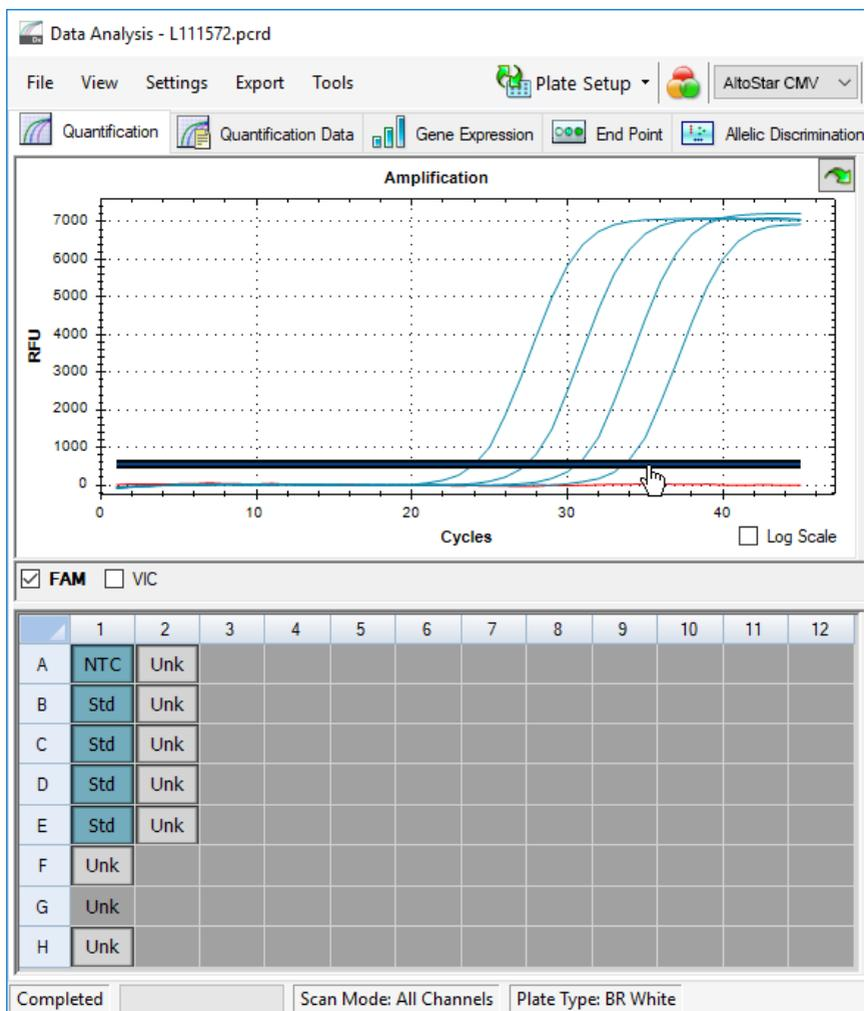

Figura 10: Ventana Data Analysis (análisis de datos): configuración del umbral FAM™
5. En la parte izquierda de la ventana Data Analysis (análisis de datos) quite la marca de la casilla de verificación **VIC** y marque únicamente la casilla **FAM** para el canal de detección de CMV objetivo (consulte la figura 10).
6. Seleccione únicamente los pocillos que contienen el NTC y el QS en la vista de placa de la ventana Data Analysis (análisis de datos) (consulte la figura 10).
7. Arrastre el pocillo de umbral por encima de la señal del NTC hacia el área exponencial de las señales de QS (consulte la figura 10).